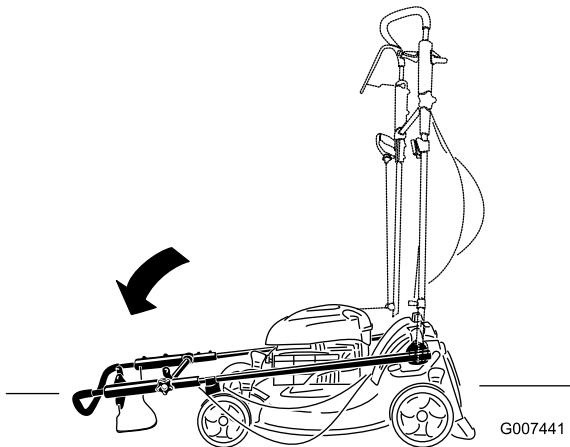

Figura 59
2. Mueva el manillar completamente hacia delante y afloje el pomo del manillar superior (Figura 59).